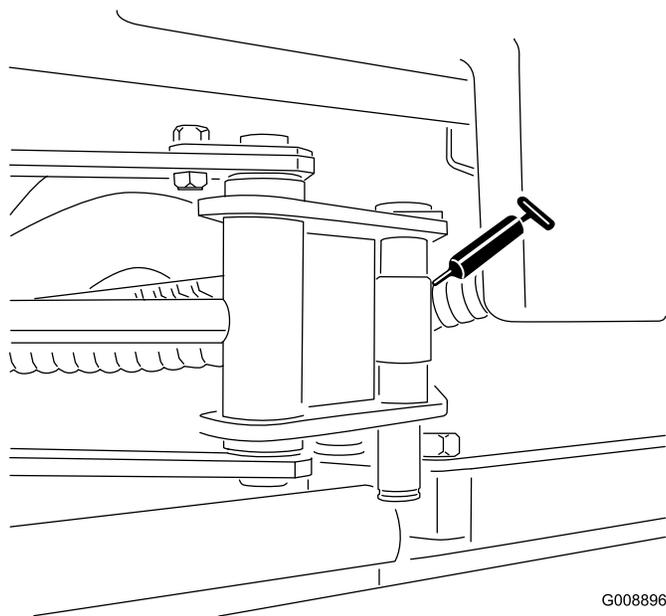

图 47
- Sidewinder 油缸末端2 个仅限型号 03171 图 47